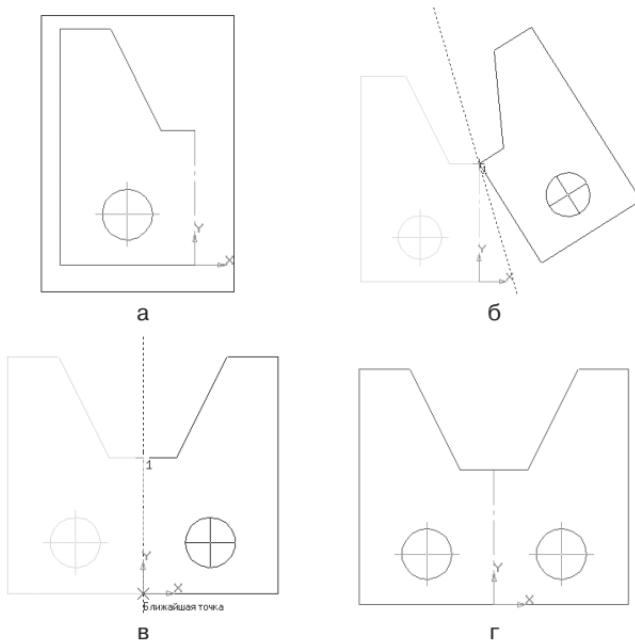

Рис. 107. Построение второй половины детали
- для построения полного изображения детали на Компактной панели выберите кнопку переключения – **Выделение**, команда – **Выделить рамкой**. Обведите рамкой построенное изображение (рис. 107, а). Выделенный объект изменит цвет;
- укажите первую точку на оси симметрии (рис. 107, б);
- укажите вторую точку на оси симметрии (рис. 107, в);
- снимите выделение щелчком ЛКМ по экрану (рис. 107, г).